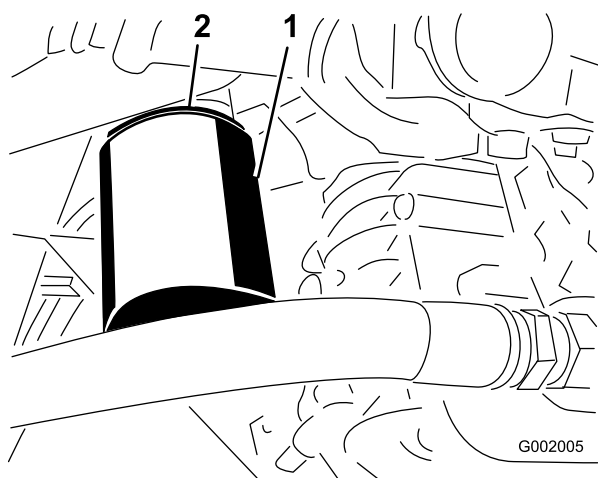

Figure 64
4. Retirez le filtre (Figure 64).